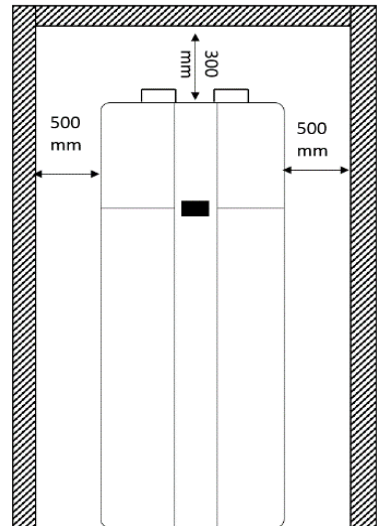

Abbildung 9 - Mindestabstand von Wänden für Geräte ohne Luftkanäle
- Die in Abbildung 9 angegebenen Mindestabstände müssen eingehalten sein.